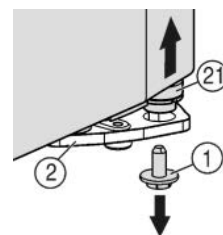
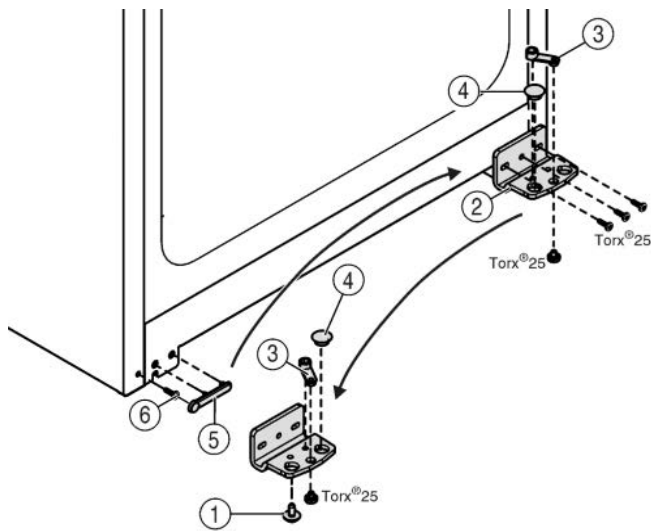

Fig. 4
Fig. 5
- ▶ Внизу справа на опорном кронштейне выкрутите фиксирующий винт *Fig. 4 (1)*.
- ▶ Опорный палец *Fig. 4 (21)* можно извлечь из опорного кронштейна *Fig. 5 (2)*.
- ▶ Если установочный винт *Fig. 4 (21)* не откручивается, его можно вынуть, нажав на него снизу.
- ▶ Открутите опорный кронштейн Fig. 5 (2).
- ▶ Открутите опорную деталь Fig. 5 (3) и, переставив в отверстие на противоположной стороне опорного кронштейна, снова прикрутите.
- ▶ Извлеките заглушку Fig. 5 (4) из опорного кронштейна и переставьте ее в отверстие на противоположной стороне опорного кронштейна.
- ▶ Осторожно снимите крышку со стороны ручки Fig. 5 (5).
- ▶ Выкрутите болт Fig. 5 (6) и вкрутите на противоположной стороне.
- ▶ Снова установите крышку Fig. 5 (5).
- ▶ Снова прикрутите опорный кронштейн Fig. 5 (2) на новой стороне шарнира (**с моментом 4 Нм**). При необходимости используйте аккумуляторный шурупверт.
- ▶ Вкрутите фиксирующий винт Fig. 4 (1) внизу в опорный палец и затяните (**с моментом 4 Нм**).